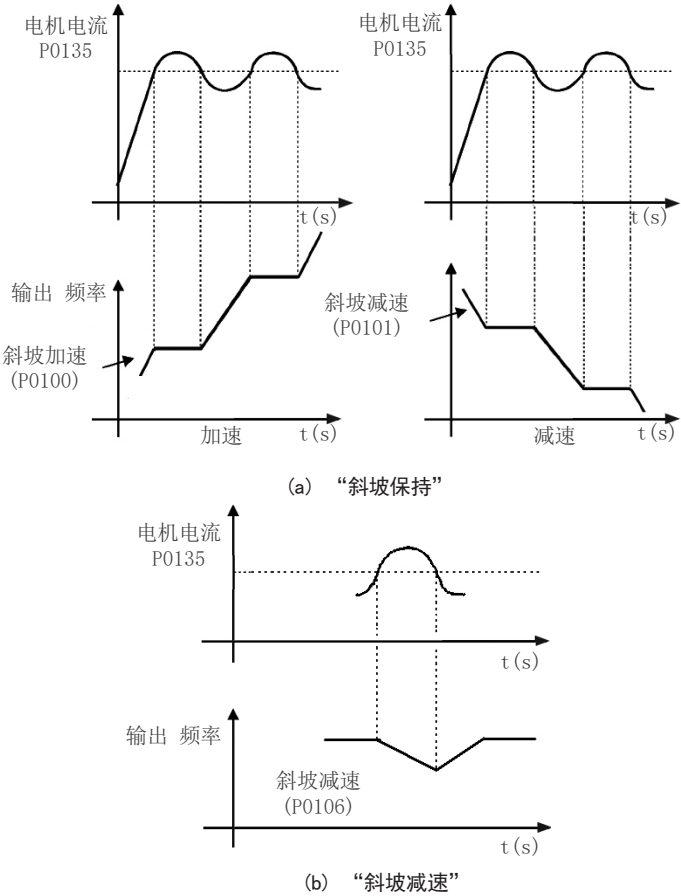

图 9.10: 通过P0135限流的动作模式 (a) 和 (b)
- 启动：测量直流母线电压（P0004）并与 P0151 中设置的值进行比较；这些信号之间的差异（误差）乘以比例增益（P0152）；然后将结果添加到斜坡输出，如 图 9.8 （第9-12页） 和 图 9.10 （第9-13页）。
- 动作：如果在加速或减速过程中电机电流超过了P0135的设定值，那么速度将不会继续增大或减小。当电机电流达到低于P0135的值时，电机将再次加速或减速。参见 图 9.10 （第9-13页）。
- 动作：如果在加速或减速过程中电机电流超过了P0135的设定值，那么速度斜坡输入端将会被强制置为空值，从而强制电机减速。当电机电流达到低于P0135的值时，电机将再次加速。参阅 图 9.10 （第9-13页）。
激活斜坡保持和减速斜坡模式电流限制的电流水平，分别如 图 9.10 （第9-13页）所示。